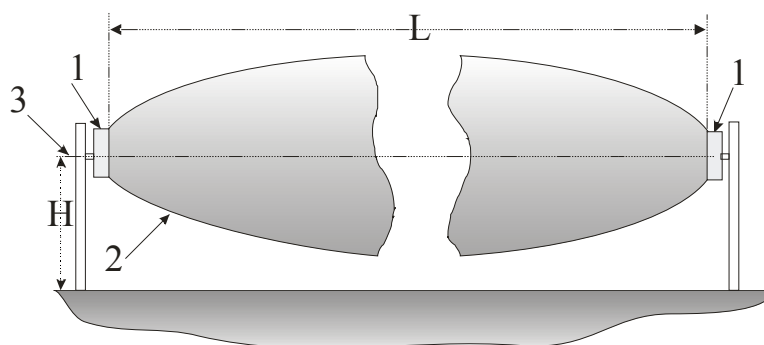
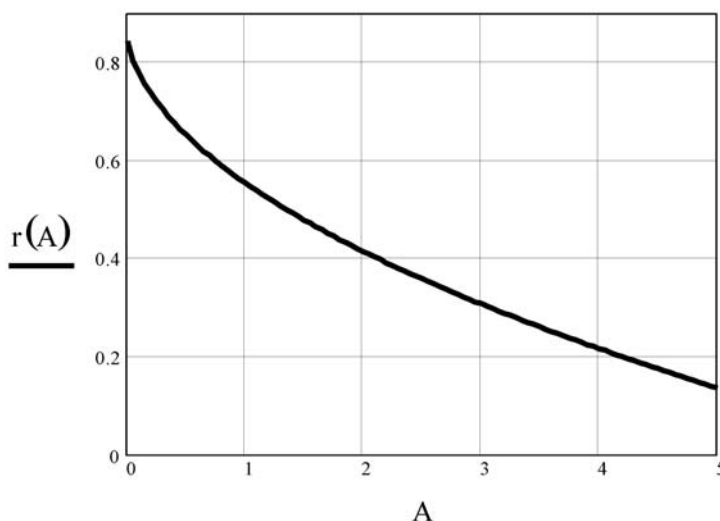

Рис. 4.1
Рис. 4.3
4.5 При выборе высоты установки необходимо учесть, что, при приближении к БПРД (БПРМ) вдоль оси, чувствительная зона «отрывается» от земли как показано на рис. 4.1, 4.3. На рис. 4.3 показана зависимость расстояния « $r(A)$ » от нижнего края чувствительной зоны до поверхности земли при приближении к БПРД (БПРМ) на расстояние « A ». При расчете принято, что центры блоков находятся на высоте 0,9 м от поверхности земли, а сама поверхность ровная на указанном расстоянии от блоков. При нулевом расстоянии от указанных блоков размеры чувствительной зоны равны размерам лицевых поверхностей